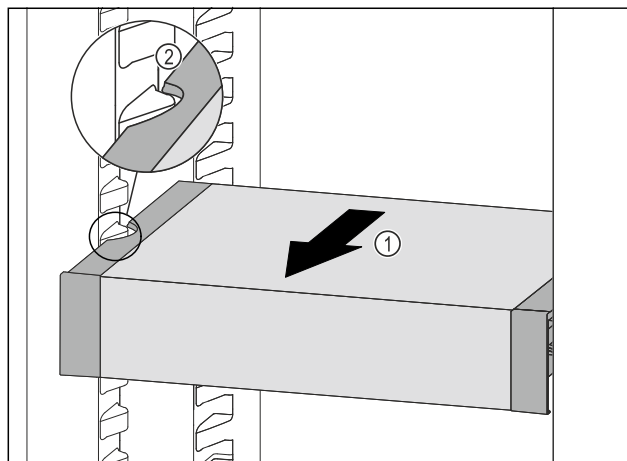

Fig. 110
- ▶ Tirare VarioSafe in avanti Fig. 110 (1) fino a quando le cavità laterali di VarioSafe non si trovano al livello della nervatura del contenitore nel vano frigorifero. Fig. 110 (2)